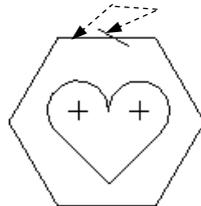

图 2.7.3 加亮重叠部分
Step 2 选择命令。单击  草绘 功能选项卡  检查 区域中的  按钮，系统自动加亮图 2.7.3 所示的重叠的图元。